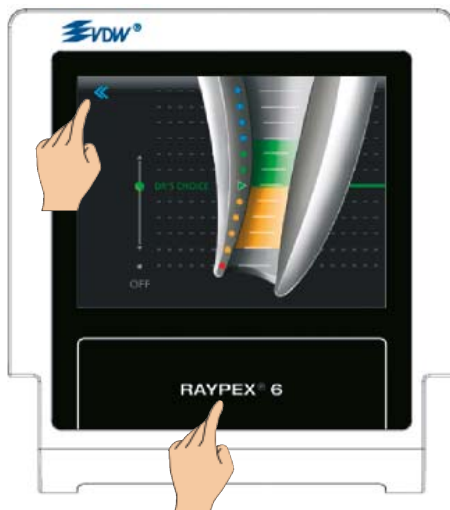

Fig. 26: Salida de DR'S CHOICE
- Para salir de DR'S CHOICE, toque el icono de la flecha hacia atrás o el icono de "inicio" del RAYPEX® 6 (Fig. 26).